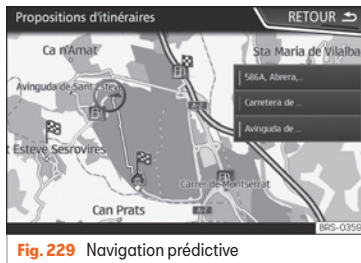

Fig. 229 Navigation prédictive
- Sur l'écran principal du Menu de navigation, appuyez sur la touche (Propositions d'itinéraires) de la fenêtre contextuelle. Pour afficher les propositions d'itinéraires, appuyez sur le bouton (Afficher sur la carte) »» fig. 229.